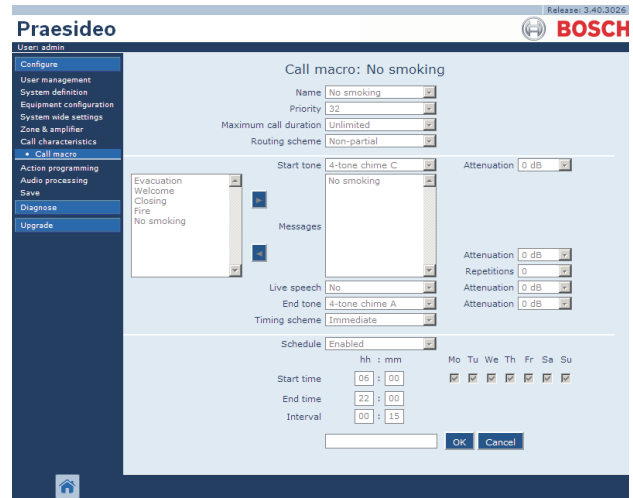

abbildung 47.3: Neues Ansagemakro erstellen, Schritt 2
- 2 Klicken Sie auf die Schaltfläche *Add*, um ein neues Ansagemakro hinzuzufügen. Im Mainframe der webbasierten Benutzeroberfläche erscheint ein Bildschirm, der dem in abbildung 47.3 ähnelt.